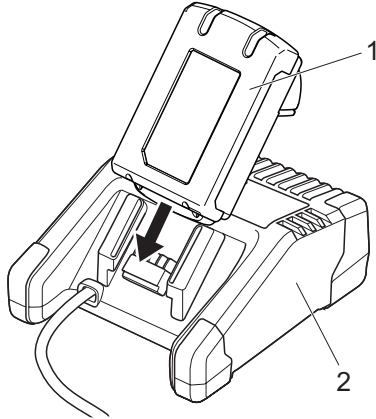

Fig. 10: Carga de la batería
1. Conecte el cargador (Fig. 10 /2) a la fuente de alimentación.
2. Inserte la batería (Fig. 10 /1) en el cargador.
3. Retire la batería (Fig. 10/1) del cargador en cuanto haya alcanzado el nivel de carga deseado.
4. Desconecte el cargador después de la carga (Fig. 10/2) de la fuente de alimentación.